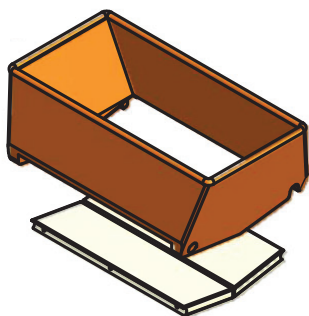

Bild 07: Skopa med påfyllningsdörrar
- Torka av och desinficera kylskåpet och skopan (se Bild 07) med en trasa.